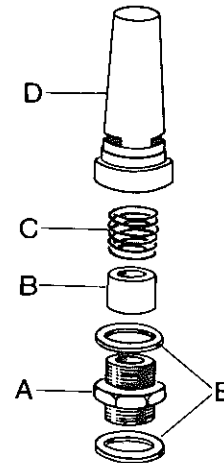

Abb. 9. Zwischenkühler-Überdruckventil
Das Überdruckventil (Abb. 9) soll mindestens einmal jährlich geprüft werden. Bei BT2 Kompressoren soll sich das Ventil bei einem Druck von 2,6—2,8 atü, bei BT114 Kompressoren bei einem Druck von 3,7—3,9 atü öffnen. Öffnet sich das Ventil (B) zu spät, ist eine Unterlegscheibe (E) zwischen Gehäuse und Sitz hinzuzufügen; eine Unterlegscheibe ist zu entfernen, wenn sich das Ventil zu früh öffnet. Wenn nötig, eine neue Ventulfeder (C) montieren.